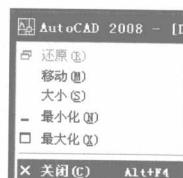

图 1.3 弹出的系统菜单
- 单击 AutoCAD 2008 标题栏左边的程序图标，在弹出如图 1.3 所示的系统菜单中，选择【关闭】命令。